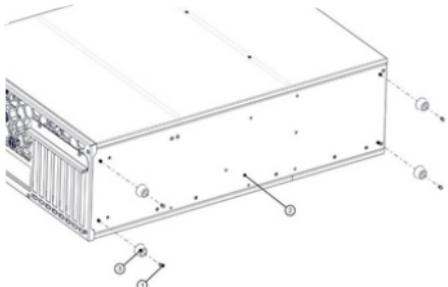

Рисунок 24 – Установка резиновых опор на корпус при вертикальном положении корпуса
2.2.3.4 Установка на резиновые опоры вертикально. Прикрепите четыре резиновые опоры диаметром 18 мм к нижней крышке изделия с помощью винтов M3x6 с полукруглой головкой и шестигранного ключа s2 (рисунок 24).